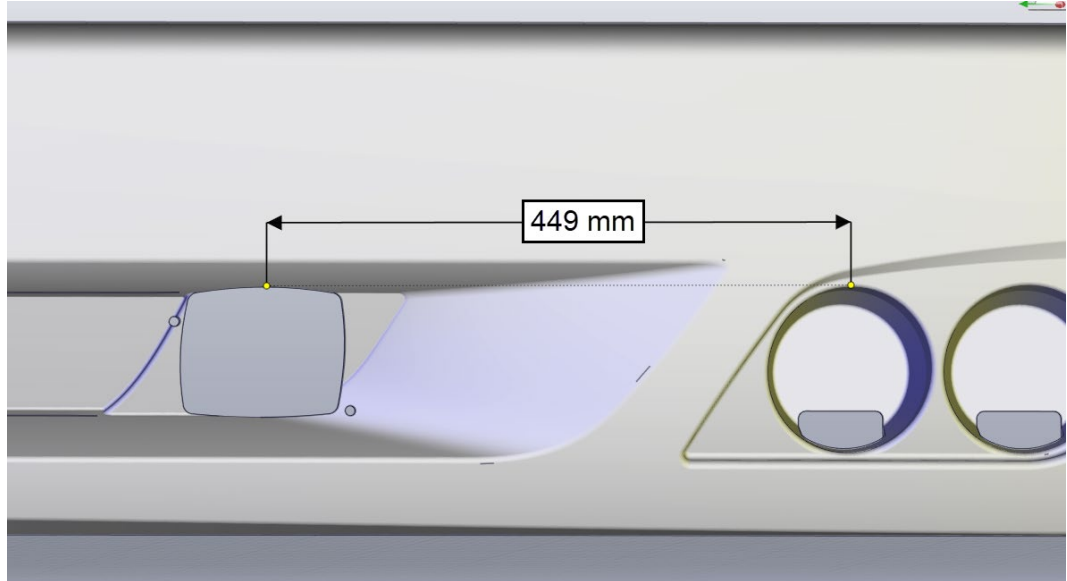

FIGURE 6
- À l'aide du gabarit (Figure 7), couper le recouvrement du parechoc tel que montré à la Figure 6.